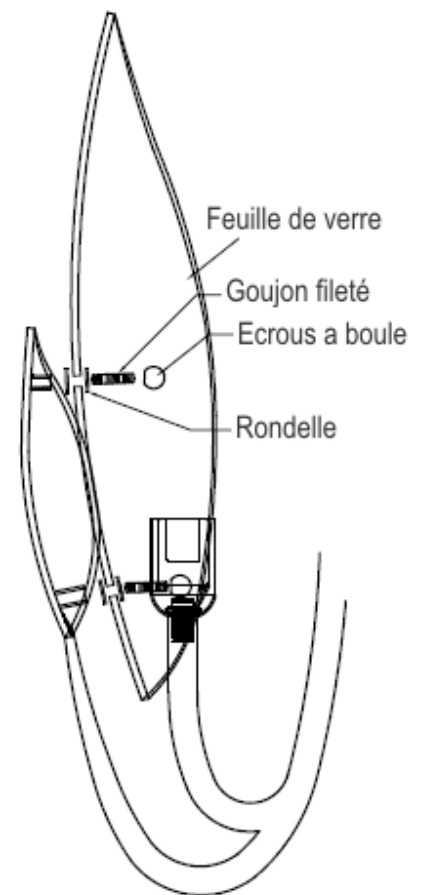

FIGURE-03
6. Place the lamp into the socket of the fixture, then fasten the glass leaf into the fixture. (See Figure-03)
6. Placer l'ampoule dans la douille du luminaire, puis fixer la feuille de verre dans le luminaire. (Voir figure-03)